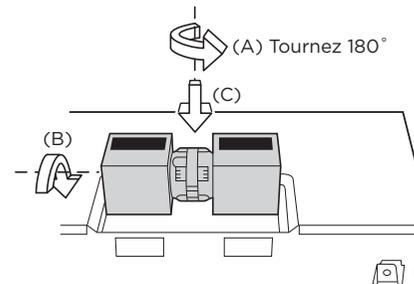

Figure 14
- Faites pivoter l'unité de ventilation de la hotte de 180° de manière à ce que les ouvertures des pales du ventilateur soient face à l'arrière du four. Notez que vous devrez soulever le fil au-dessus du ventilateur de la hotte pour que le fil se dégage. Voir la figure 14 (A). Ensuite, faites pivoter le ventilateur de la hotte de 90° de sorte que les ouvertures des pales du ventilateur soient face au dessus du four. Voir la figure 14 (B). Remplacez le ventilateur de la hotte dans le four. Veillez à ne pas pincer le fil conducteur entre le support intérieur et le ventilateur de la hotte. Mettez le fil conducteur dans la boîte à fils. Voir la figure 14 (C).